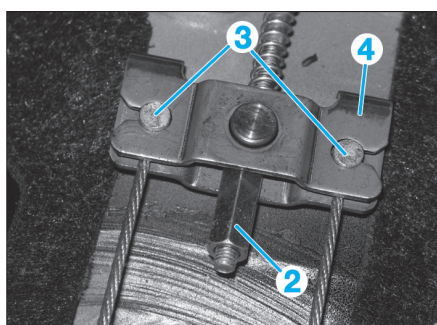

Fig. 11
- Desserrer l'écrou de réglage (2) puis détacher les câbles de commande de frein de stationnement (3) de l'étrier (4) (Fig.11).